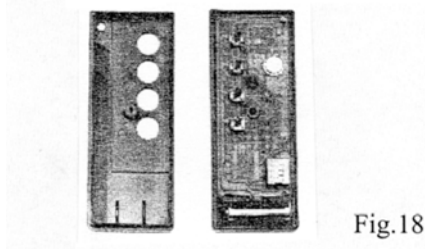

Fig.18
- Draai het schroefje aan de achterzijde van de afstandsbediening los en neem het kapje weg (fig. 18).